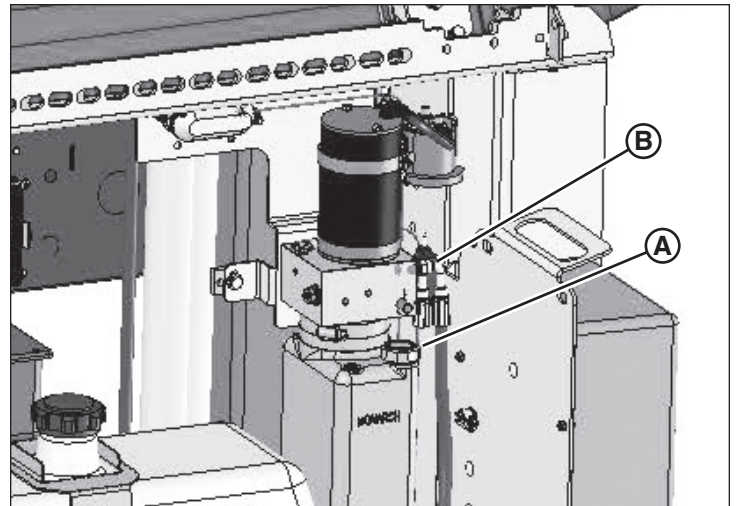

Figure 36
Remplir le réservoir (Figure 36) avec du liquide de transmission automatique ou tout liquide hydraulique propre qui a un indice de viscosité approprié aux conditions climatiques dans lesquelles l'unité fonctionne. Consulter le tableau précédent.
1. S'assurer que le réservoir d'huile (A, Figure 36) est rempli d'huile jusqu'à la marque PLEIN (FULL).
3. Desserrer l'extrémité du boyau (B, Figure 36) pour permettre à l'air et à l'huile de s'échapper.